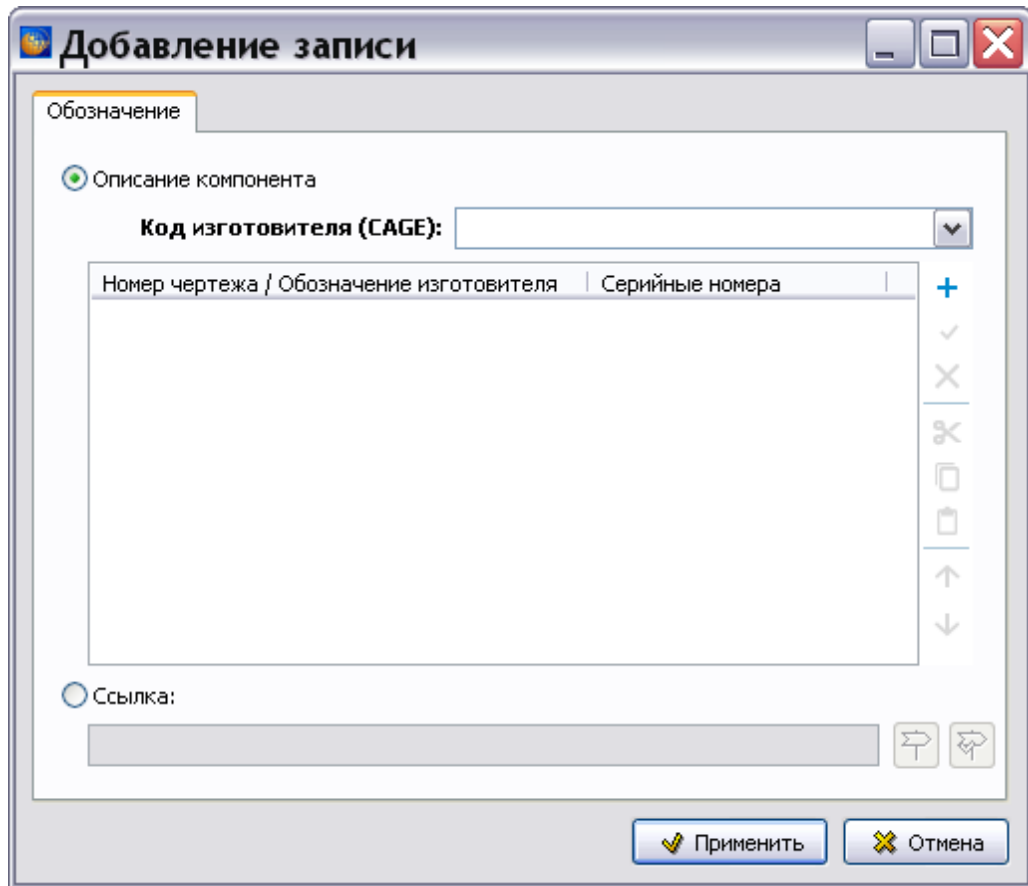

Рисунок 722
4) Для ввода обозначения компонента нажмите на кнопку **Добавить** **+** в правой части окна. После этого откроется окно **Добавление записи** с вкладкой **Обозначение** (рисунок 722).